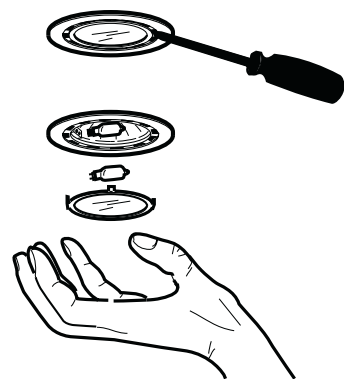

Рис. 5
- * Толкните их вперед по направлению к задней части вытяжки, а затем вытащите вниз, как показано на Рис. 5
- * Снимите крышку лампы, используя в качестве рычага плоскую отвертку - Рис. 5